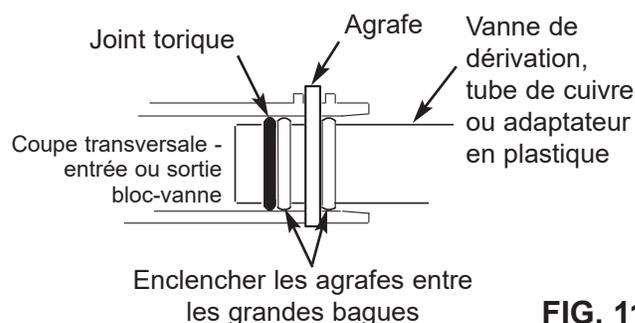

FIG. 11
- Enclenchez les deux grandes agrafes en plastique sur les orifices d'entrée et de sortie, de haut en bas (cf. Figure 11). Vérifiez qu'elles s'enclenchent. Tirez la vanne de dérivation, les tubes cuivre/adaptateurs plastique pour vérifier qu'ils sont bien fixés.